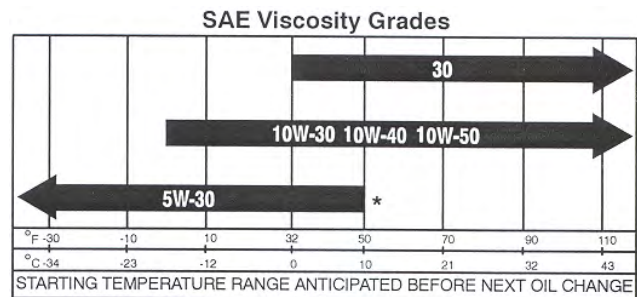

Figura 13
3. O motor utiliza um óleo detergente 10W30 de alta qualidade, correspondente à classificação de serviço do American Petroleum Institute – API – SH ou superior. Selecciona um índice de viscosidade em função da tabela constante da figura 13.